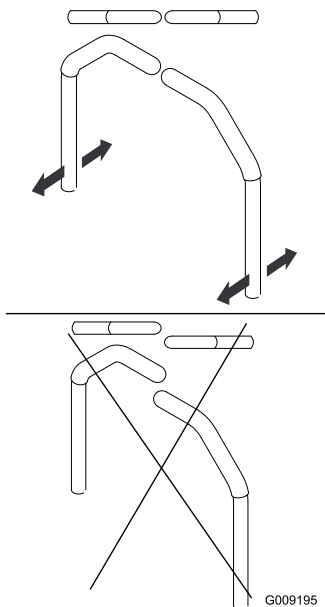

Figura 67
4. Alinee las palancas en el sentido adelante/atrás acercándolas a la posición de PUNTO MUERTO, y moviéndolas hasta que estén alineadas; luego apriete los pernos (Figura 67).